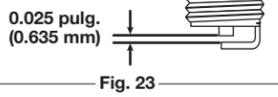

Fig. 23
6. Use un calibrador de hoja para ajustar abertura de la bujía a **0.025 pulgadas (0.635 mm)** (Fig. 23).